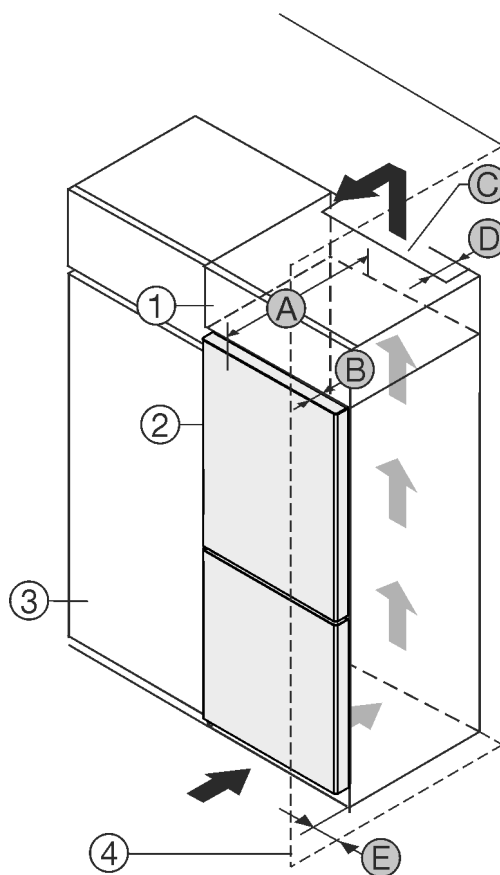

Fig. 1
Поставете уреда непосредствено до кухненския шкаф Fig. 1 (3).*
От задната страна на шкафа-пристройка трябва да има вентилационен отвор с дълбочина Fig. 1 (D) по цялата ширина на шкафа-пристройка.
Под тавана на помещението трябва да е спазено сечението за вентилация Fig. 1 (C).
Когато уредът се поставя с пантите до стена Fig. 1 (4), разстоянието между уреда и стената трябва да е поне 13mm.
Когато уредът се поставя с пантите до стена *Fig. 1 (4)*, разстоянието между уреда и стената трябва да е поне 20mm.
За да могат вратите да се отварят изцяло, уредът трябва да е издаден с дълбочината на вратата *Fig. 1 (B)* спрямо челото на кухненския шкаф. В зависимост от дълбочината на кухненските шкафове *Fig. 1 (3)* и използването на детайли за отстояние от стената, уредът може да излезе още по-напред.*